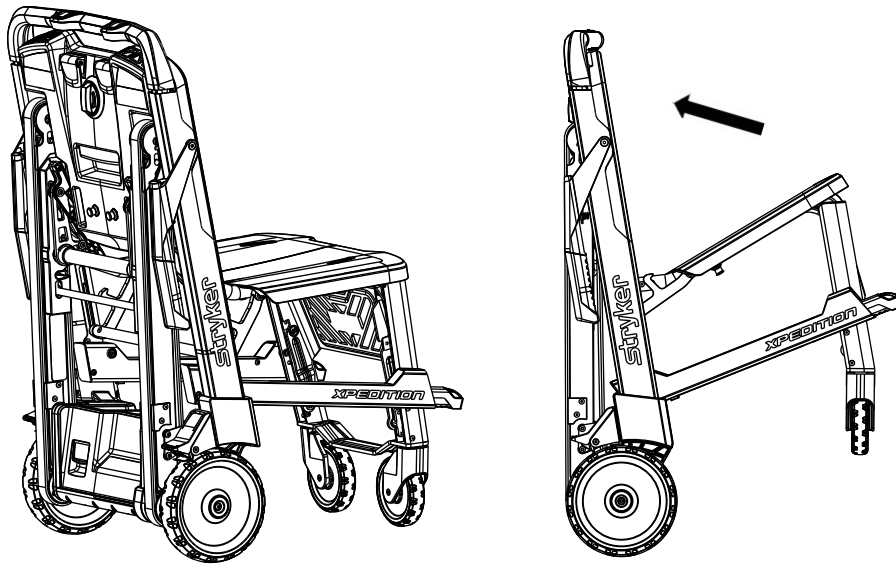

Figura 9 – Chiusura della sedia
3. Ripiegare il sedile fino allo schienale (Figura 9).